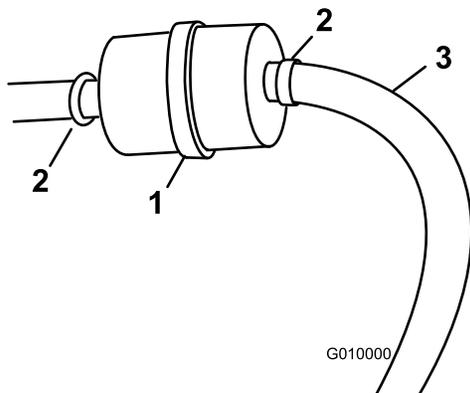

図 52
3. 古いフィルタのクランプをゆるめてフィルタから外して脇に寄せる(図 52)。
5. 新しいフィルタをホースに取り付け、クランプで固定する(図 52)。
3. 燃料フィルタについているクランプをゆるめ、フィルタからはずす(図 52)。
4. 燃料フィルタから燃料ホースを抜き取る(図 52)。
**注** 落ちてくるガソリンをガソリン容器または廃油受けに受ける(図 52)。
5. フィルタに燃料ホースをつなぎ、クランプで固定する(図 52)。